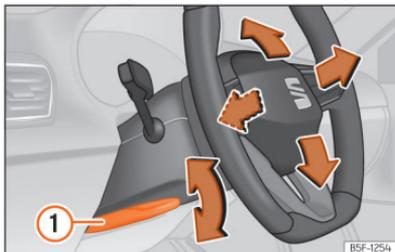

Fig. 86 Alavanca na parte inferior do lado esquerdo da coluna de direção
- Puxe a alavanca >>> Fig. 86 ① para baixo, mova o volante até à posição desejada e volte a subir a alavanca até ao ponto de fecho.
- Após ajustar a coluna da direção, empurre firmemente a alavanca >>> Fig. 86 ① para cima para que o volante não mude de posição acidentalmente durante o andamento.